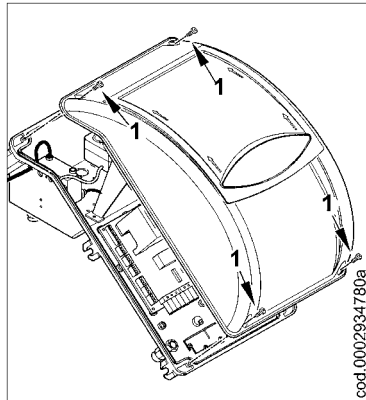

Рисунок 1
- 1) Снимите крышку, открутив 4 винта (1), как на рис. 1, при этом не убирайте прозрачное окошко. Таким образом, можно получить доступ к электрическому щиту горелки.